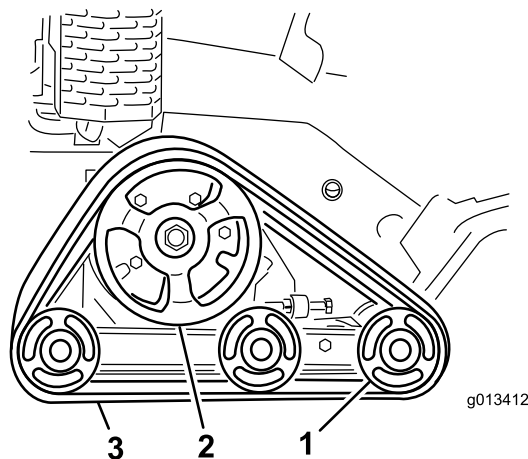

Figure 43
**Important:** Nettoyez soigneusement les galets de roulement et le pignon d'entraînement (Figure 43).